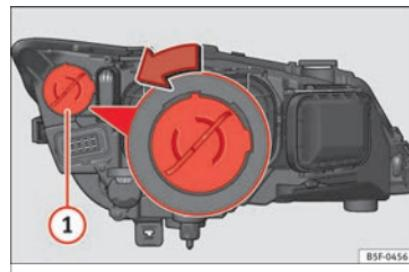

Fig. 105 Lampadina per luce diurna.
- Ruotare il portalamppada » fig. 105 ① verso sinistra e tirare.